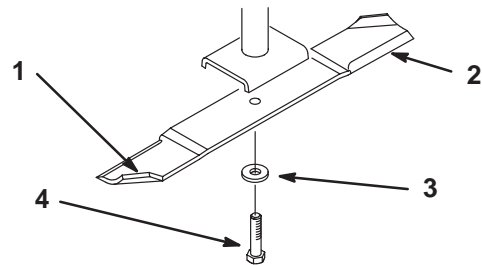

Figure 28
Tenez la lame à son extrémité avec un chiffon ou un gant épais. Retirez le boulon, la rondelle élastique et la lame de l'axe de la lame (Fig. 28).
déséquilibrée, limez un peu l'extrémité de la partie incurvée seulement (Fig. 28). Répétez la procédure jusqu'à ce que la lame soit équilibrée.
1. Placez la lame sur l'axe (Fig. 28).
2. Installez la rondelle plate, la rondelle-frein et le boulon de fixation de la lame (Fig. 28). Serrez le boulon de lame à 115–150 Nm.